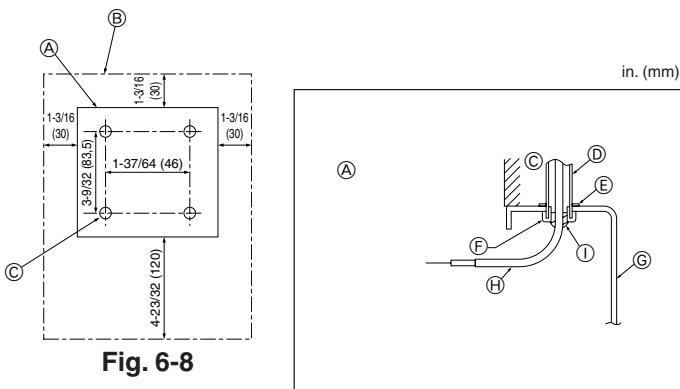

Fig. 6-8
- Seleccione una posición adecuada para el control remoto. (Fig. 6-8)